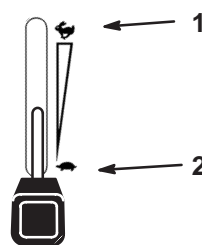

Figure 15
1. Débrayez la PdF (Fig. 15).
2. Réglez la manette d'accélérateur à mi-course entre les positions de ralenti et de régime maximum (Fig. 15).